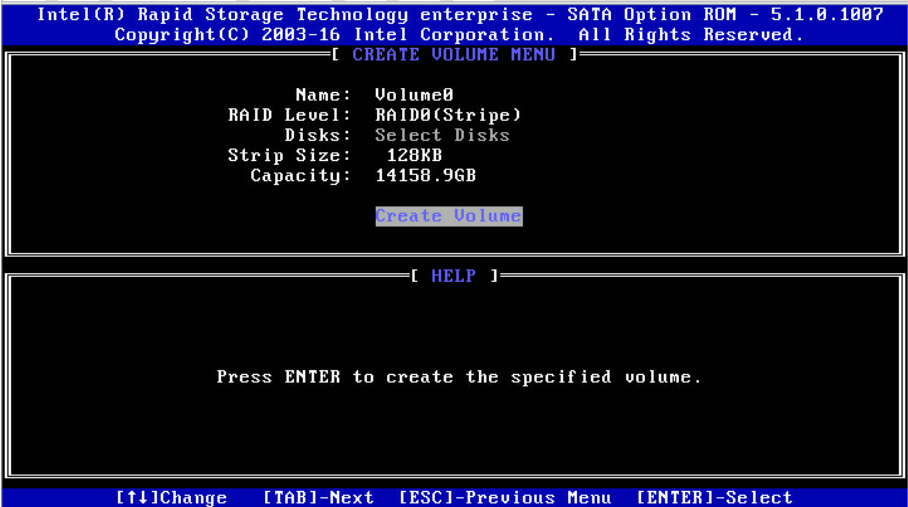

图 8.36
2.2 Create RAID Volume 菜单。进入 SATA RAID 配置界面后，可以用上下箭头键选中本菜单，然后按【Enter】键进入创建 RAID 卷菜单，或者直接输入菜单前的数字键进入创建 RAID 卷菜单，其他菜单操作类似，不再重复。Create RAID Volume 实例如图 8.36 所示，具体菜单操作说明如表 8.28 所示。